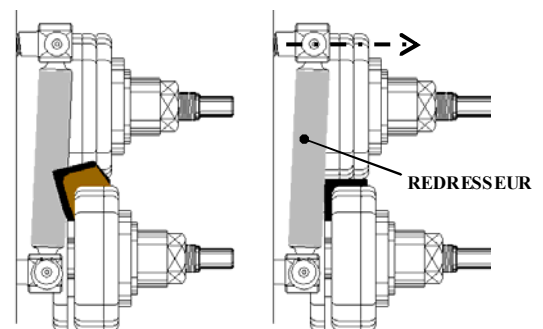

Figure 1
Pour éviter que le profilé ne se déforme sans le vouloir, comme indiqué sur la figure 1, manœuvrer les REDRESSEURS LATÉRAUX (voir figure 2) de façon appropriée.
4. le profilé commence à se déformer après quelques passages (voir fig.1).